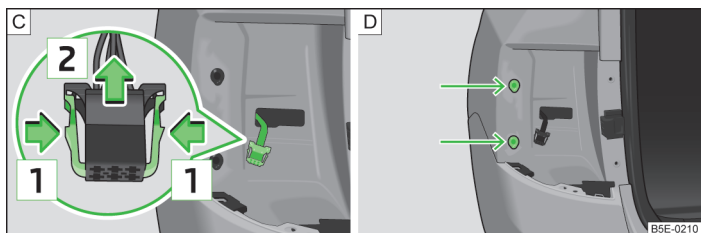

Fig. 224 Fiche de la lampe/démontage de la lampe
- Comprimez les deux verrouillages sur le connecteur dans le sens de la flèche  » fig. 224 - .
- Appliquer l'ampoule à la verticale dans les logements de la carrosserie » fig. 224 - .